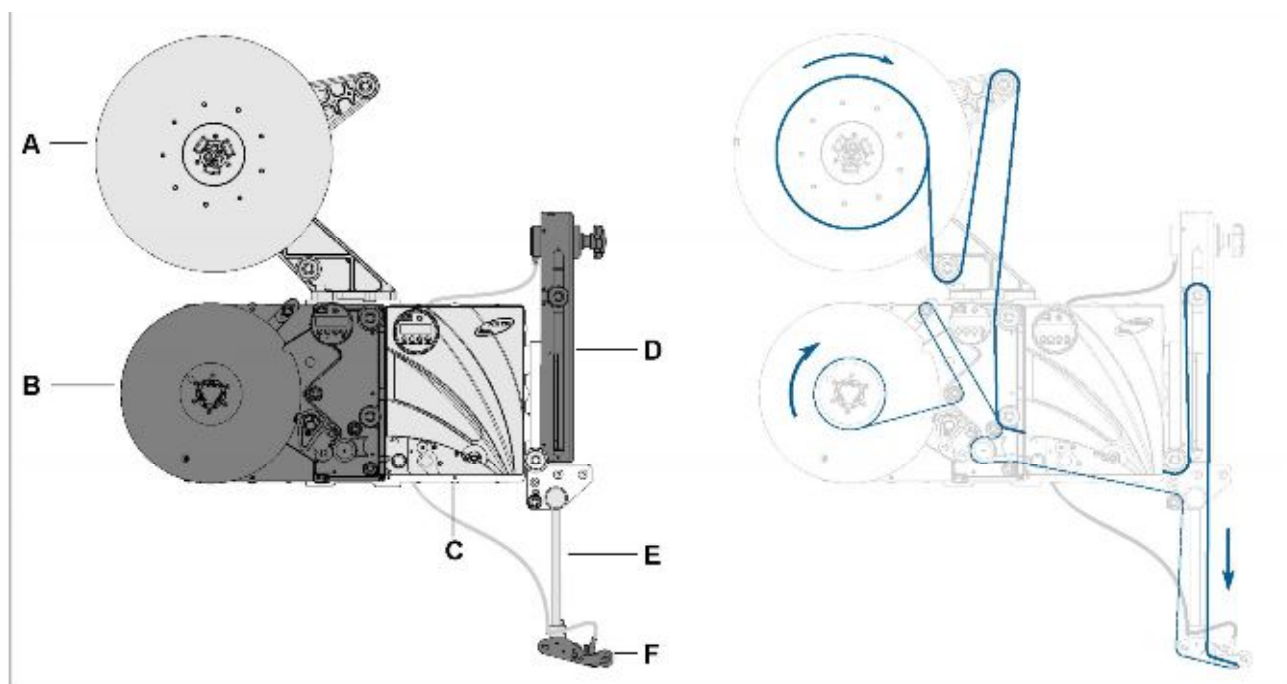

Рис. 2. Слева: Функциональные блоки автоматического принтера-аппликатора ALX 73x
Основная функция автоматического принтера-аппликатора ALX 73x – это печать на самоклеящихся этикетках и их последующее нанесение на продукт. Эта функцию выполняют блок принтера (Рис. 2С) и блок аппликатора (Рис. 2В), которые далее будут называться «принтером» и «аппликатором», соответственно.
- Принтер начинает печать. Одновременно плавающий рычаг с линейным перемещением начинает подниматься вверх. Принтер останавливается, как только плавающий рычаг доходит до верхней точки, примерно указанной на Рис. 2 справа.